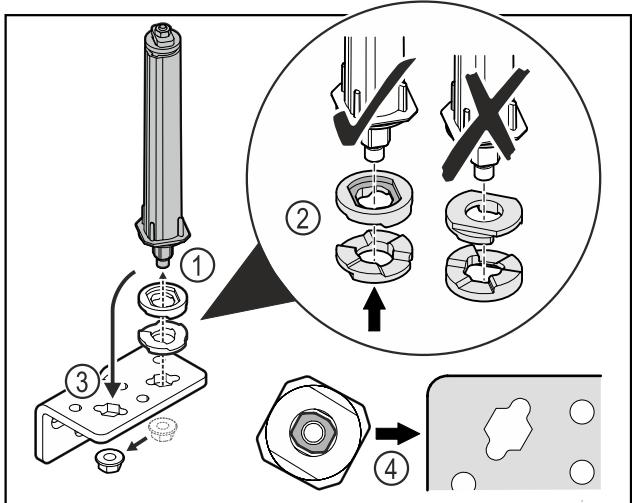

Fig. 39
- Mutter lösen und Türschließsystem entfernen Fig. 39 (1).
- Auf die korrekte Ausrichtung der Höhenverstellscheiben achten Fig. 39 (2).
- Türschließsystem im Scharnierwinkel umsetzen und mit der Mutter fixieren Fig. 39 (3).
- Beim Einsetzen auf die korrekte Ausrichtung des Türschließsystems achten Fig. 39 (4).